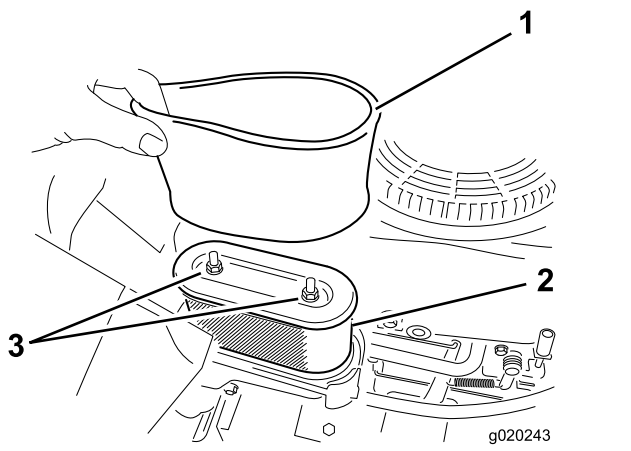

Bild 36
4. Nehmen Sie die Schaum- und Papierfiltereinsätze vorsichtig aus dem Luftfiltergehäuse heraus (Bild 36).
1. Setzen Sie den Schaumfilter auf den Papierfilter (Bild 36).